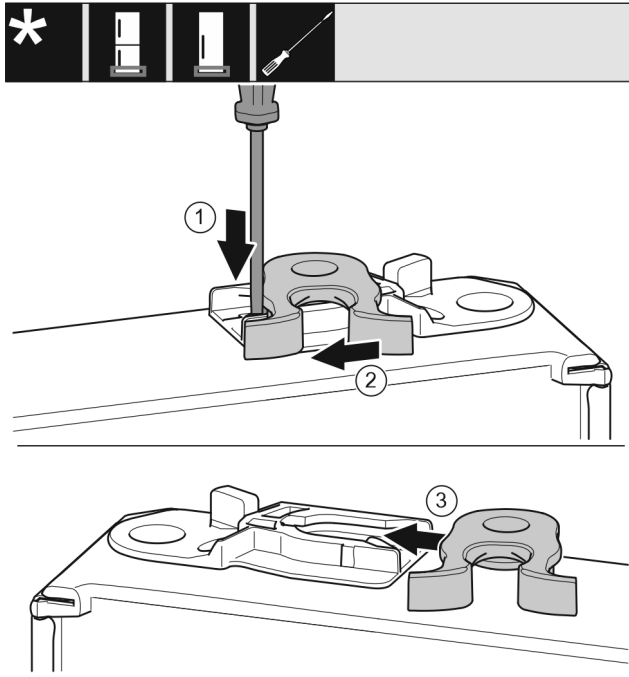

Fig. 16
- ▶ Presione la lengüeta hacia abajo con el destornillador para tornillos de cabeza ranurada. Fig. 16 (1)
- ▶ Extraiga el gancho de cierre de la guía. Fig. 16 (2)
- ▶ Introduzca el gancho de cierre en el otro lado en la guía. Fig. 16 (3)